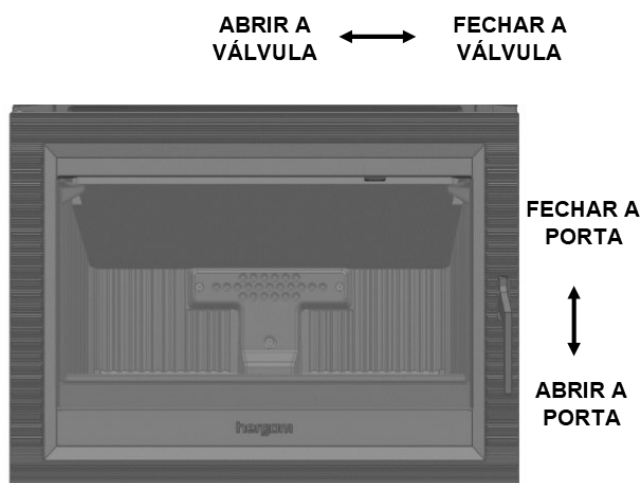

FIG. 2
Para fechar, segure o comando e empurre suavemente a porta na direção do aparelho. Sempre use uma luva ignífuga. (Fig. 2).
Em geral, a posição intermédia é ótima, embora dependa da qualidade e da tiragem da chaminé instalada e do tipo de combustível utilizado (madeiras duras ou macias) (Fig. 2).
1. Abra completamente a válvula de regulação de ar do aparelho (Fig. 2).